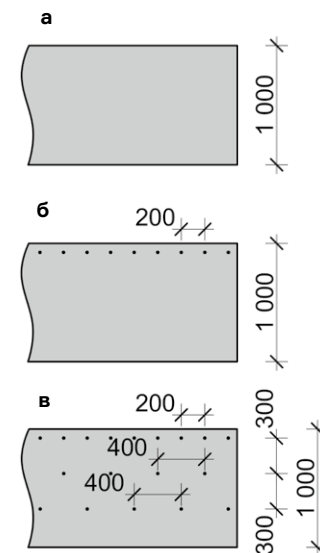

Рис. 11. Схема расположения крепежа для подкладочных ковров Döcke.
4.1.4 Самоклеящиеся подкладочные ковры Döcke допустимо монтировать без дополнительной механической фиксации при температуре окружающего воздуха не ниже +15 °C (рис. 11а). Самоклеящийся подкладочный ковер необходимо крепить гвоздями (тип 1, таблица №1) по схеме приведённой на рис.